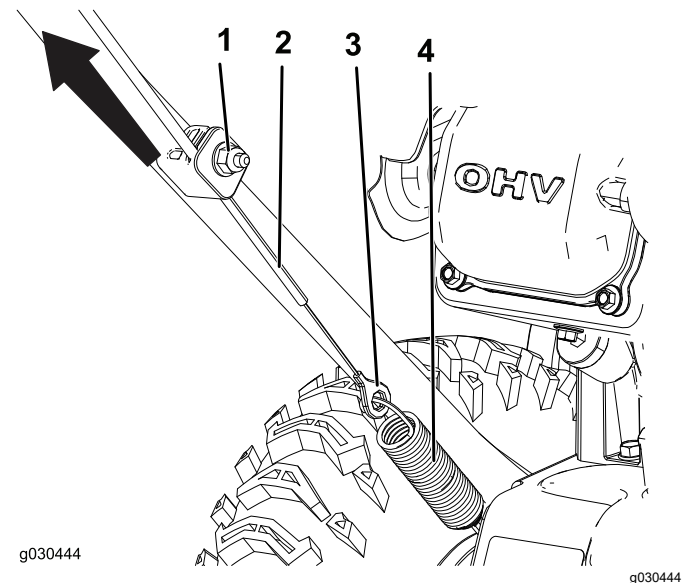

Bild 26
1. Lockern Sie die Mutter an der unteren Kabelklemme, ohne sie zu entfernen (Bild 26).
2. Ziehen Sie das Kabel hoch, damit es nicht durchhängt (Bild 26).
3. Halten Sie das Kabel fest und ziehen Sie die Mutter an (Bild 26).